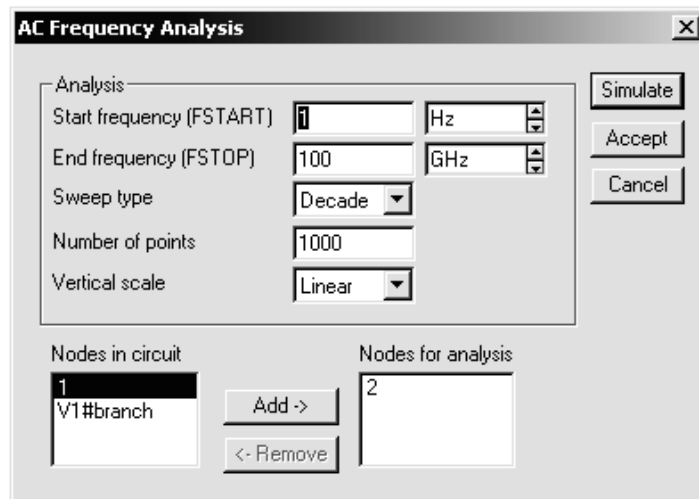

Рис. 36. Вікно AC FrequencyAnalysis
2.1.7. Отримайте амплітудно-частотну і фазочастотну характеристики кола. Виберіть меню **Analysis** і в ньому опцію **AC Frequency**. У вікні (рис. 36) під заголовком **Nodes in Circuit** виділіть номер точки, що позначає вихід електричного кола. Потім за допомогою кнопки **Add** встановіть цей номер у вікні **Nodes for Analysis**.
Встановіть діапазони виконуваних вимірювань так, як показано на *рис.36*.